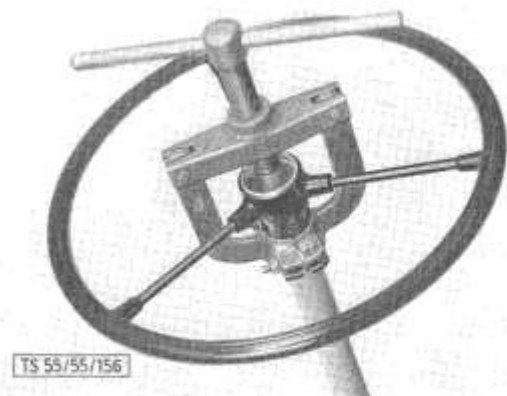

Bild 166: Lenkrad, Abziehvorrichtung
4. Abdeckscheibe (164/10) und Befestigungsmutter (164/11) zum Lenkrad abschrauben und letzteres mittels Vorrichtung (Bild 166) abziehen (auf die Paßfeder [164/13] achten).